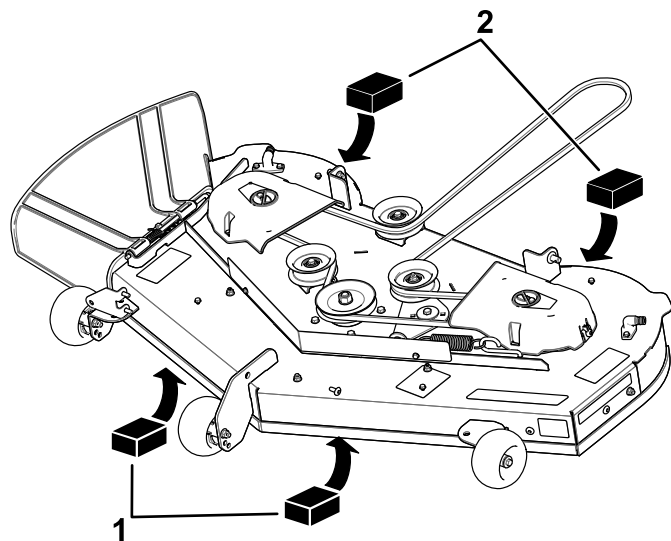
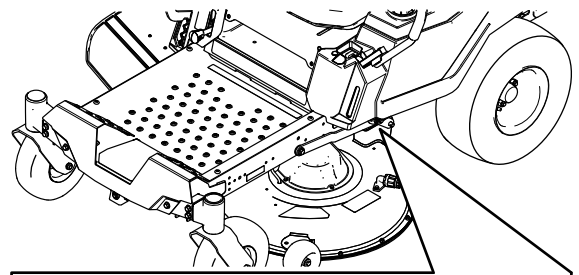

**図 68**
**図 69**
- デッキの左右前部に角材厚さ 6.6 cm を入れる。芝削り防止ローラの下には入れないこと **図 68** または **図 69**。
- 刈り込みデッキのスカートの後ろの左右のエッジ部の下にブロック厚さ 7.3 cm をそれぞれ 1 個ずつセットする **図 68** または **図 69**。